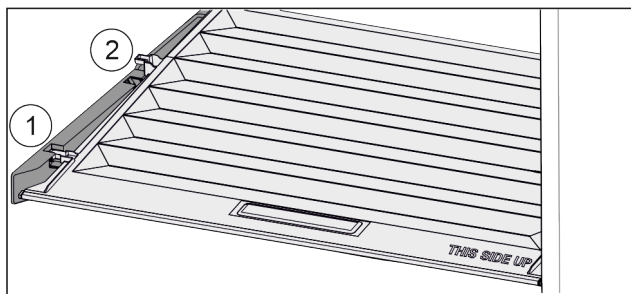

Fig. 107
- ▶ Trageți capacul în față Fig. 107 (1) până la orificiul din piesele suportului.
- ▶ Ridicați în spate de jos și scoateți Fig. 107 (2) în sus.